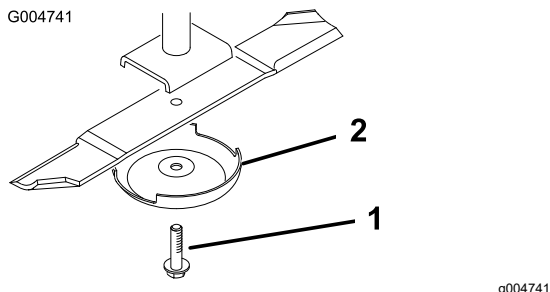

図 25
4. スピンドルのシャフトからブレードボルト、芝削り防止カップ、ブレードを取り外す 図 25。